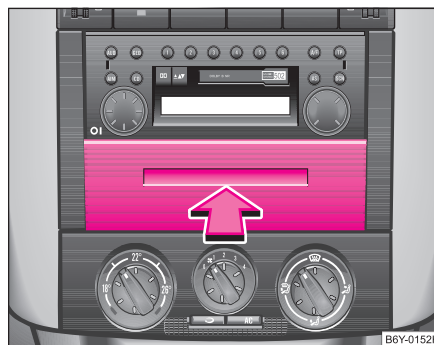

Fig. 78 Tabloul de bord: Compartiment cu deschidere prin glisare
- Apăsați pe centrul compartimentului ⇒ fig. 78 - compartimentul iese în afară.